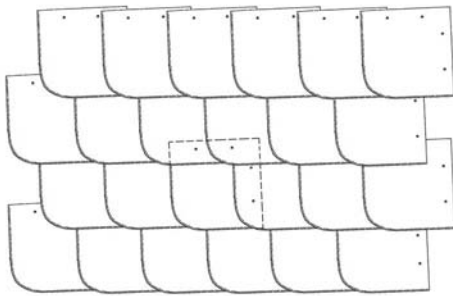

Abbildung 12
- 1.4 Die **WARIO**[®] Rundbogen Schablone ermöglicht bedingt durch ihren symmetrischen Aufbau, die Linksdeckung, die Rechtsdeckung oder die **WARIO**[®] Deckung (Abb. 12, 13, 14, 15a und 15b).
- 2.1 Die Decksteine sind mit hängender Ferse zu verlegen (Abb. 12 und 13). Ein Fersenversatz ist nicht erforderlich.